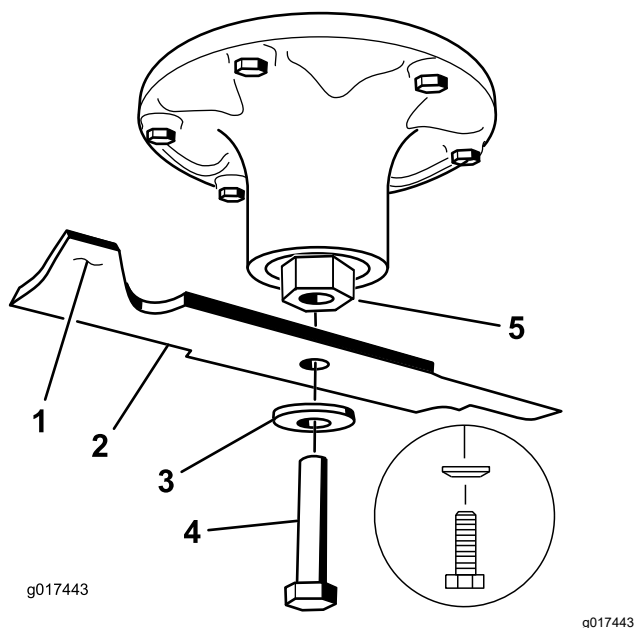

Figura 74
2. Retire del eje el perno de la cuchilla, la arandela curva y la cuchilla (Figura 74).
1. Instale la cuchilla en el eje (Figura 74).
2. Instale la arandela curva y el perno de la cuchilla (Figura 74).